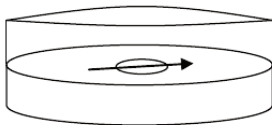

Figura 2
- a) Realizar la construcción de una brújula similar a la de la *figura 2*.